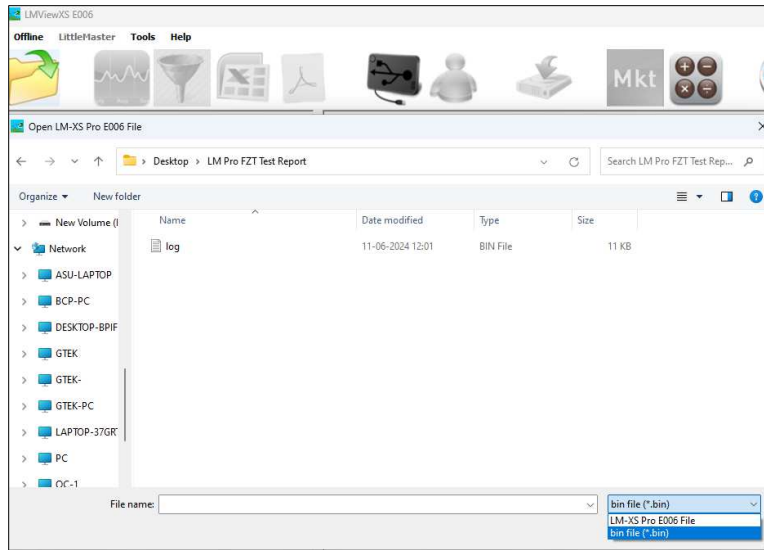

Figura 25 Abra los datos de registro descargados
- Haga clic en el botón "Abrir lote descargado"  para abrir el archivo de datos de registro copiado del registrador de datos desde la ubicación almacenada, como se muestra en la figura 25.